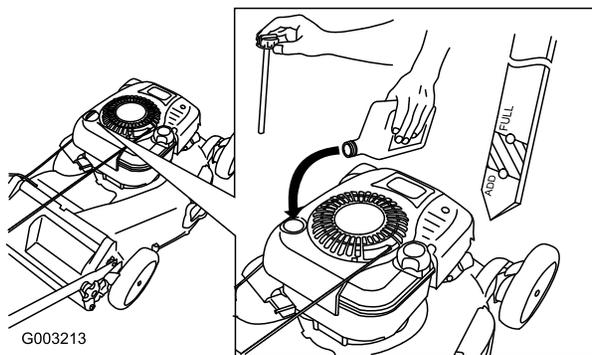

Figure 11
1. Retirez la jauge, essuyez-la sur un chiffon et remettez-la dans le goulot de remplissage (Figure 11).
2. Sortez de nouveau la jauge et contrôlez le niveau d'huile (Figure 11). Si le niveau n'atteint pas le repère minimum (Add) de la jauge, versez **lentement** suffisamment d'huile dans le goulot de remplissage pour faire monter le niveau au repère maximum (Full). **Ne remplissez pas excessivement.** (Remplissage max. : 0,77 l (26 onces), type : huile détergente SAE 30W de classe de service API SF, SG, SH, SJ, SL ou supérieure.